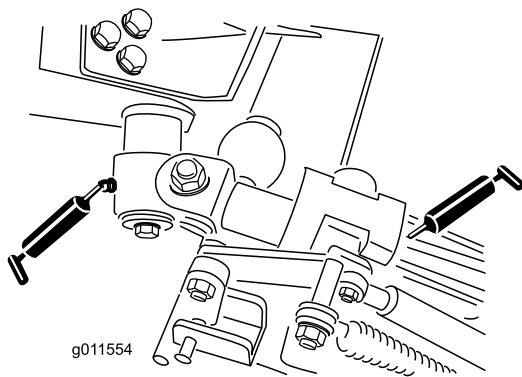

Bild 69
- Zwei Kipphebel-Drehbüchsen (Bild 69)
- Vier hintere Armbüchsen (Bild 69)